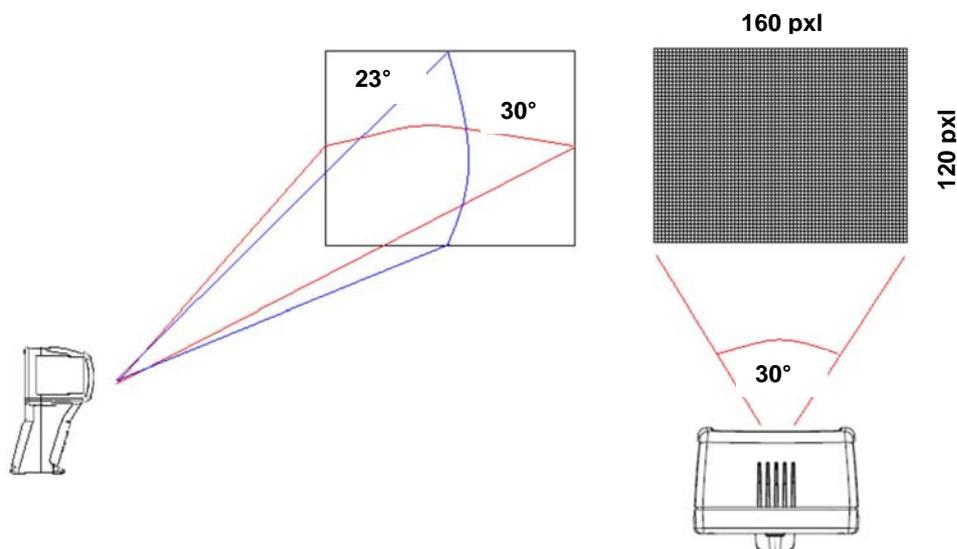

Abb. 71: Darstellung des Sichtfeldes (FOV) des Geräts
4. Für genaue Temperaturmessungen, stellen Sie sicher, dass die Oberfläche des gemessenen Gegenstands immer größer ist, als die messbare Oberfläche, die durch das Sichtfeld (FOV) des Geräts gegeben ist. Das Gerät hat ein Sichtfeld von  $30^\circ \times 23^\circ$  und eine Auflösung von 160x120 (19200) pxl (siehe Abb. 71).